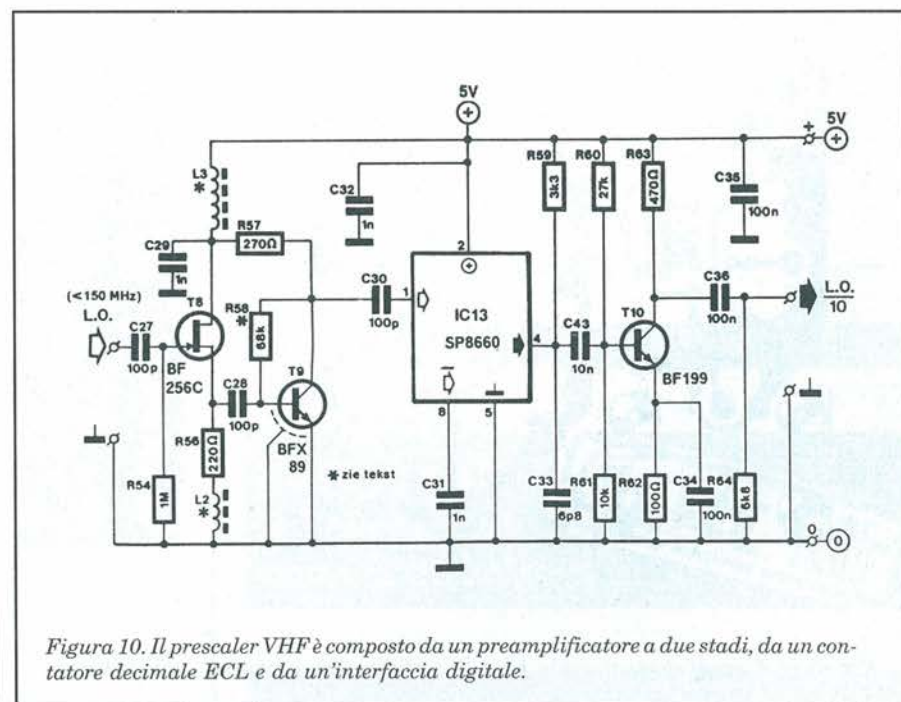

Figura 10. Il prescaler VHF è composto da un preamplificatore a due stadi, da un contatore decimale ECL e da un'interfaccia digitale.
Il circuito stampato (Figura 10) ha dimensioni notevoli, perché contiene i seguenti sottomoduli, i cui schemi elettrici sono indicati tra parentesi.
- Prescaler VHF (Figura 10)